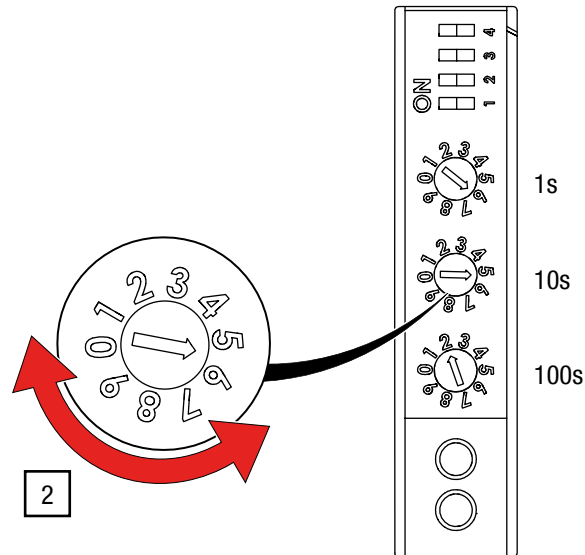

Abb. 26: DMX-Adress-Codierschalter an der Steuerung G-FRAME
2. Drehen Sie die drei DMX-Adress-Codierschalter (1er-, 10er- und 100er-Stelle) mit einem Schraubendreher auf die gewünschte Ziffer (siehe Abb. 26).
Im Beispiel in Abb. 26 ist beispielhaft die DMX-Adresse 256 eingestellt. Die Schiebeschalter 1–4 („dipswitches“) bleiben ausgeschaltet („off“).